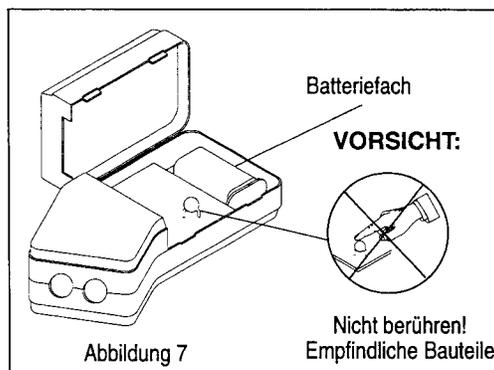

Abbildung 7
- Das Batteriefach befindet sich in der unteren Gehäusehälfte (siehe Abb. 7). Die neue 9V Alkalibatterie am Anschlußdraht befestigen.